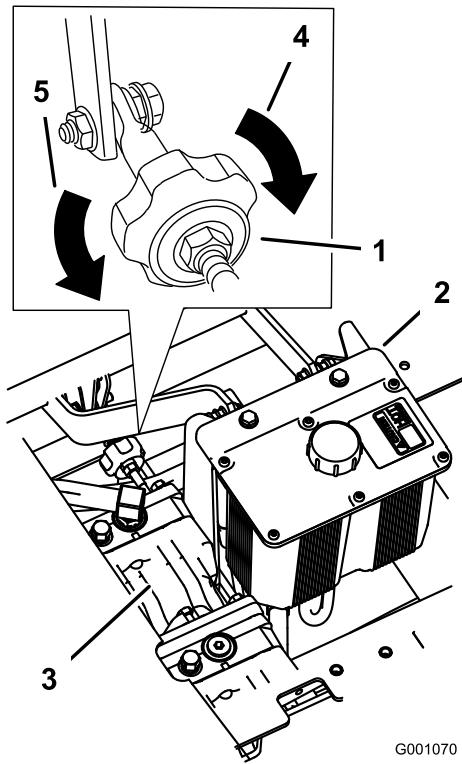

Figura 47
4. Per dirigere la macchina verso destra, girate la manopola verso il lato destro della macchina. Vedere Figura 47.
5. Per dirigere la macchina verso sinistra, girate la manopola verso il lato sinistro della macchina. Vedere Figura 47.